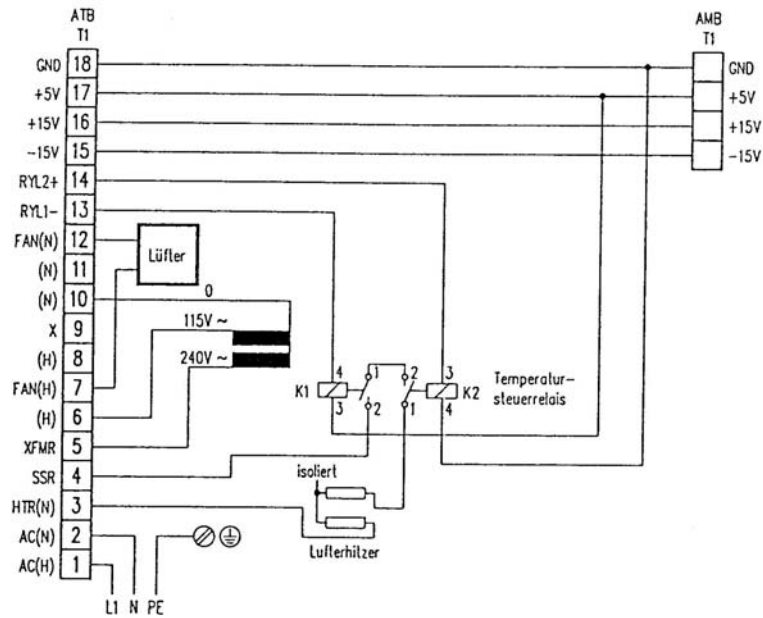

Bild 5: Verdrahtung der Klemmleiste T1 der Analysator-Anschlußkarte für 230 V Netzspannungsversorgung
3. Da die Heizeinheit für 115 V und 230 V Netzspannung ausgelegt ist, sind drei Anschlussdrähte vorhanden. Die Heizeinheit besitzt zwei Wicklungen zu je 19 Ohm, die bei 115 V parallel geschaltet werden (9 Ohm) und bei 230 V in Reihe (38 Ohm) (siehe Bild 5). Der gemeinsame Anschlussdraht der beiden 19 Ohm Wicklungen ist mit einem schwarzen Punkt auf der Glasseiden- Isolierung markiert. Bei 230 V Spannungsversorgung wird dieser Anschluss nicht benötigt und ist mit einem Stück Schrumpfschlauch zu isolieren.